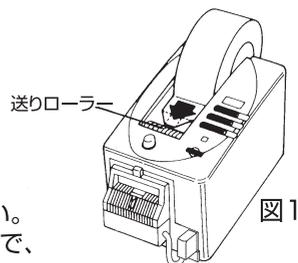

図1
3. テープの先端を、送りローラー(銀色のローラー)の中央に貼りつけます。(図1)